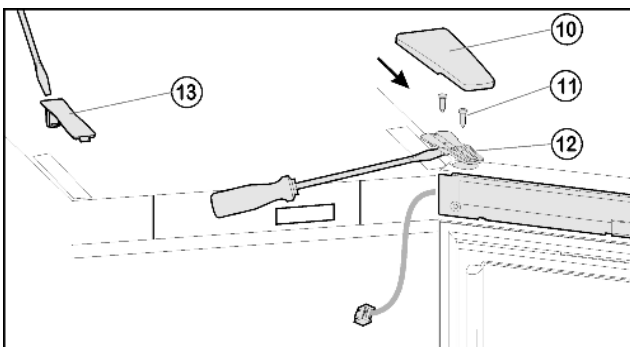
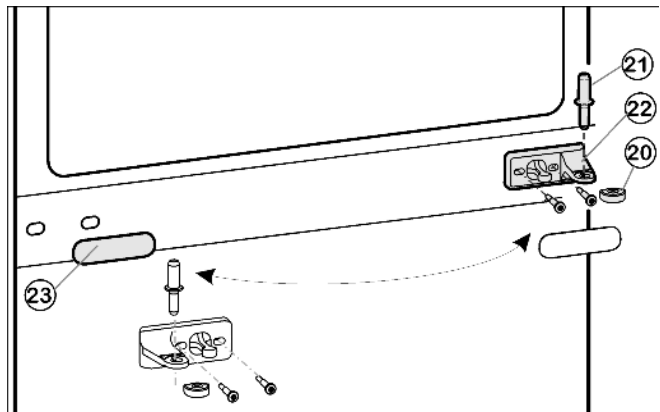
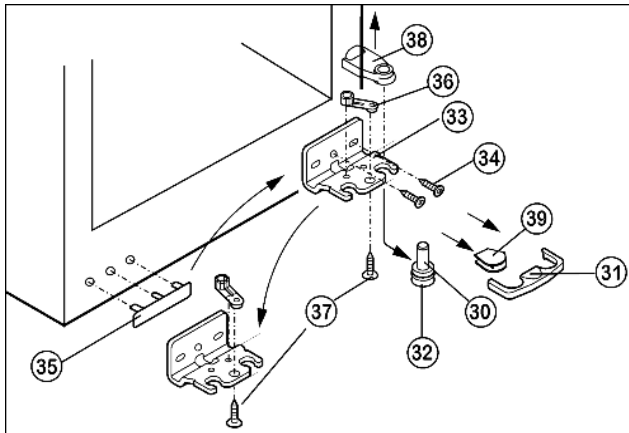

Fig. 5
Fig. 6
Fig. 7
- ▶ Вытяните крышку Fig. 5 (10) вперед и снимите крышку Fig. 5 (11).
- ▶ Отпустите винты Fig. 5 (11).
- ▶ Снимите дверцу вместе с опорным кронштейном Fig. 5 (12) и кабелем вверх. Для снятия, возможно, понадобится осторожно подцепить опорный кронштейн снизу шлицевой отвёрткой.
- ▶ Вытащите из опорного кронштейна и нижней дверцы средний опорный палец Fig. 6 (21).
- ▶ Пластмассовый колпачок Fig. 6 (20) снимите.
- ▶ Снимите средний опорный кронштейн Fig. 6 (22).
- ▶ Осторожно снимите накладку Fig. 6 (23).
- ▶ Открутите средний опорный кронштейн Fig. 6 (22) и прикрутите его с поворотом на 180° на новую сторону шарнира.
- ▶ Снова защелкните накладку Fig. 6 (23) на стороне, где теперь будет ручка.
- ▶ Нижнюю крышку Fig. 7 (31) снимите движением вперед.
- ▶ Нижнюю крышку Fig. 7 (39) снимите.*
- ▶ Снимите крышку Fig. 7 (38) вверх.*
- ▶ Полностью вверните регулируемую опору Fig. 7 (32).
- ▶ Вытяните опорный палец Fig. 7 (32) вниз и вперед. При этом следите за гнездом шарнира Fig. 7 (30).
- ▶ Открутите опорный кронштейн Fig. 7 (33) (2 шт. Torx 25) Fig. 7 (34).
- ▶ Открутите опорную деталь Fig. 7 (36) (1 Torx 25) Fig. 7 (37) и, переставив в отверстие на противоположной стороне опорного кронштейна, снова прикрутите.
- ▶ Осторожно приподнимите и переставьте крышку Fig. 7 (35) со стороны ручки.
- ▶ Снова прикрутите опорный кронштейн Fig. 7 (33) на новой стороне шарнира, при необходимости с помощью аккумуляторного шуруповерта через внешний продольный паз и круглое отверстие.
- ▶ Снова слегка наклоните устройство назад и переставьте опорный палец Fig. 7 (32).
- ▶ Установите дверь сверху на опорный палец Fig. 7 (32).
- ▶ Вставьте средний опорный палец Fig. 6 (21) через средний опорный кронштейн Fig. 6 (22) в нижнюю дверцу.
- ▶ Установите пластмассовый колпачок Fig. 6 (20).
► Установите верхнюю дверцу на средний опорный палец *Fig. 6 (21)*, закройте дверцу и установите верхний опорный кронштейн *Fig. 5 (12)* так, чтобы он защелкнулся в верхней стороне устройства.
► Прикрутите опорный кронштейн *Fig. 5 (12)*. При необходимости просверлите отверстия или используйте аккумуляторную отвертку.
► Защёлкните крышку *Fig. 5 (10)* и крышку *Fig. 5 (13)*.
► При необходимости выровняйте дверцы через два продольных паза в нижнем опорном кронштейне *Fig. 7 (33)* и среднем опорном кронштейне *Fig. 6 (22)* параллельно корпусу устройства, затем затяните винты.
► Снова защелкните крышку *Fig. 7 (31)* на опорном кронштейне снизу.